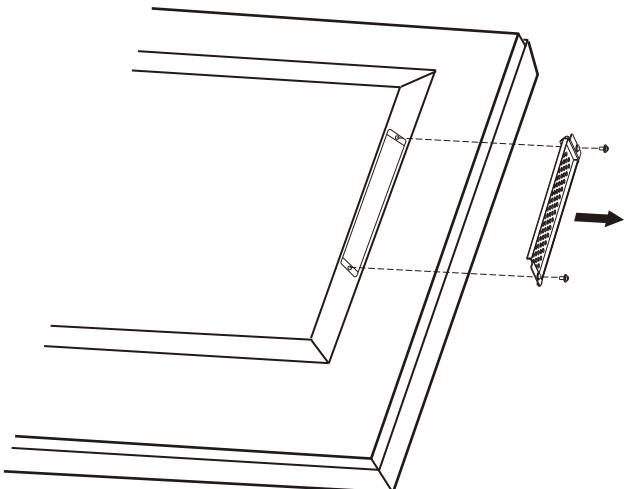

図1
- オプションボード用スロットのネジを外し(図1)、オプションスロットカバーを取り外します。